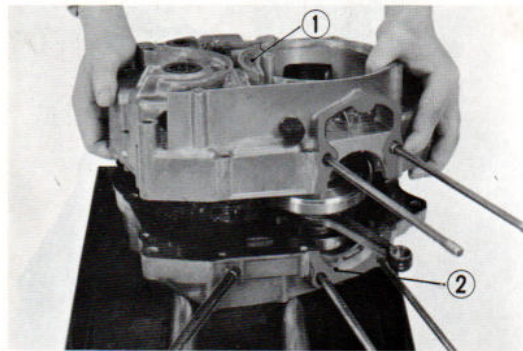

Fig. 82 Démontage des carters
- 6) Déposer le pignon de sortie de boîte puis les 11 vis de 6mm (une vis se déposant du carter droit), frapper légèrement le carter avec un marteau de bois et retirer le carter. (Fig. 82)